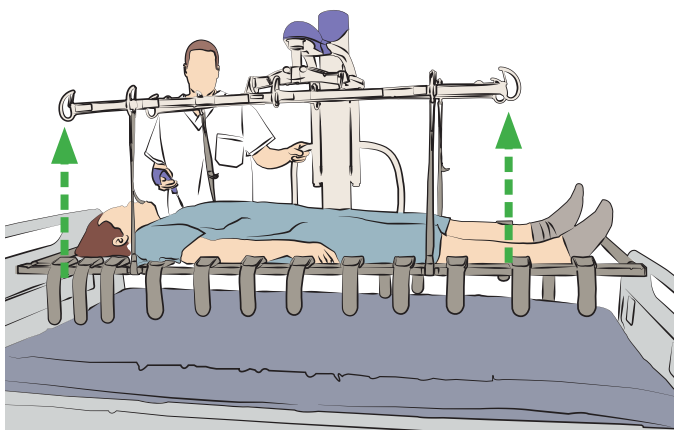

Fig. 15
6. Levante al paciente. Vea la fig. 15. Si se usa una grúa de techo, asegúrese siempre de que la camilla con correas de Arjo esté en posición horizontal. Consulte la sección «Ajuste del bastidor de la camilla» en la página 15.